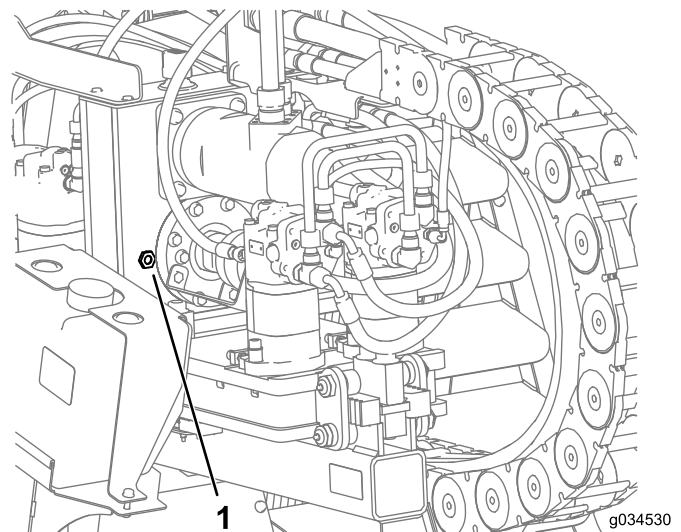

Figure 134
2. Contrôlez le niveau d'huile dans le regard sur l'entraînement du boîtier d'engrenages (Figure 134).
3. Retirez le reniflard et ajoutez de l'huile dans l'entraînement jusqu'à ce que le niveau d'huile arrive au moins à mi-hauteur du regard (Figure 134).
6. Remplissez le boîtier d'engrenages d'huile jusqu'à ce que le niveau dépasse la moitié du regard (Figure 134).